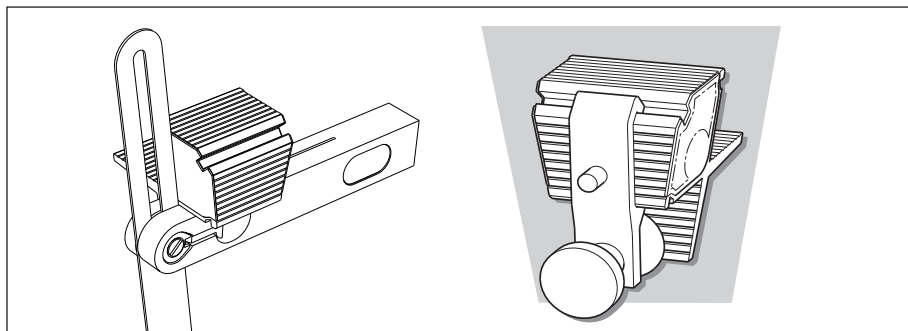

Figure 7 : Ajustement de la fausse-équerre à l'aide du guide, côté trapézoïdal orienté à la verticale
5. À l'aide du guide choisi – 1:6, 1:8 ou 14° –, ajuster la fausse-équerre après s'être assuré que le guide est configuré pour la coupe des queues, comme l'illustre la **figure 7**.